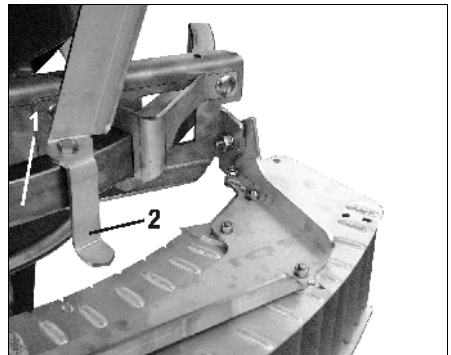

Fig. 44
- Den Grenzstreuschirm auf dem Führungsbügel (Fig. 44/1) soweit verschieben bis der Zeiger (Fig. 44/2) auf den einzustellenden Wert aus der Streutabelle (Fig. 42) steht.